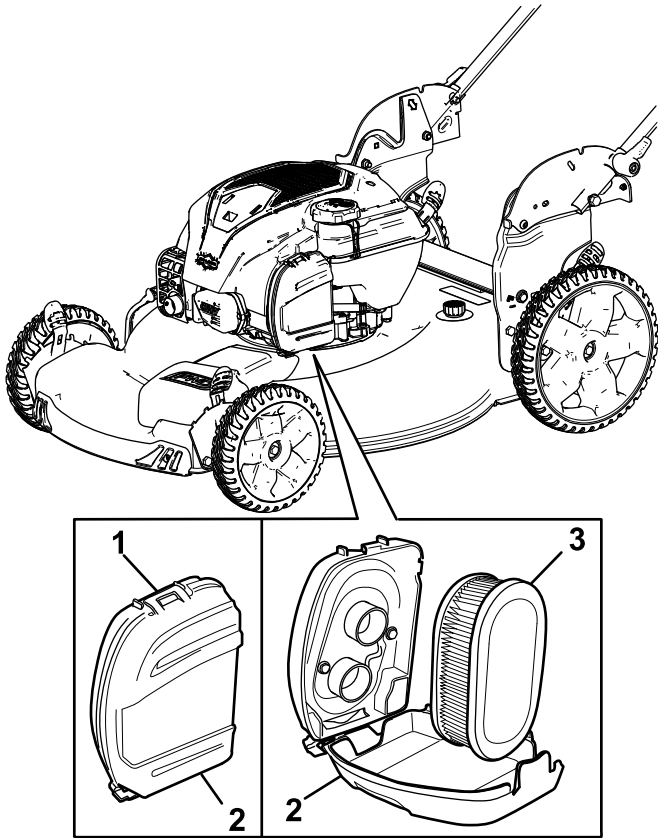

Figure 23
1. Déclipsez le haut du couvercle du filtre à air (Figure 23).
2. Retirez le filtre à air (Figure 23).